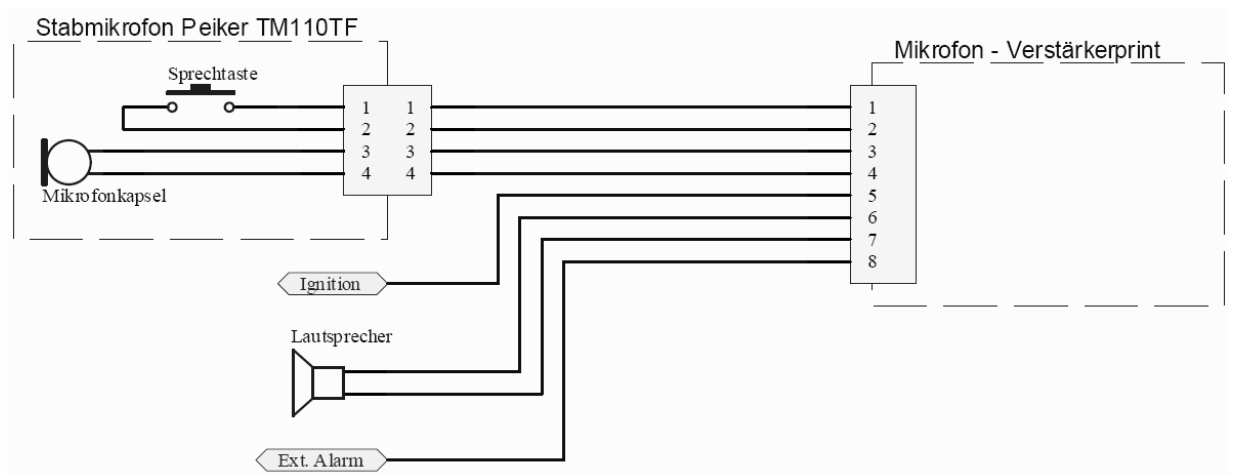

Abb. 1 Anschluss 2. Sprechstelle
6. Bei vorhandener 2. Sprechstelle wie in Abb. 1 an Adapter – Print anschließen